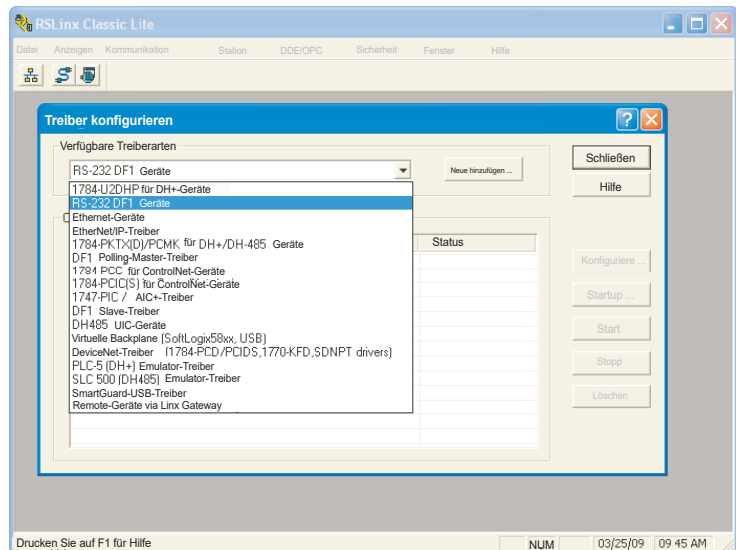

Abbildung 4.3.21d Treiber konfigurieren.
2. Klicken Sie auf „Communications“ und wählen Sie „Treiber konfigurieren“. Wenn das Fenster „Treiber konfigurieren“ sich öffnet, wählen Sie „RS232 DF1 Geräte“ aus dem Pull-down-Menü „Verfügbare Treiber“ (Abbildung 4.3.21d).